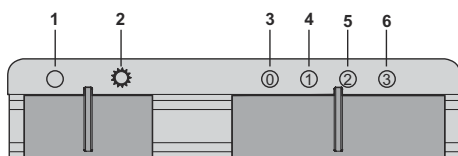

Fig. 18
1. ➡ Portare in questa posizione per spegnere la lampada (Fig. 18).
2. ➡ Portare in questa posizione per accendere la lampada (Fig. 18).
3. ➡ Portare in questa posizione per spegnere la lampada (Fig. 18).
4. ➡ Portare questa posizione quando si desidera utilizzare il prodotto alla velocità 1 (Fig. 18).
5. ➡ Portare questa posizione quando si desidera utilizzare il prodotto alla velocità 2 (Fig. 18).
6. ➡ Portare questa posizione quando si desidera utilizzare il prodotto alla velocità 3 (Fig. 18).